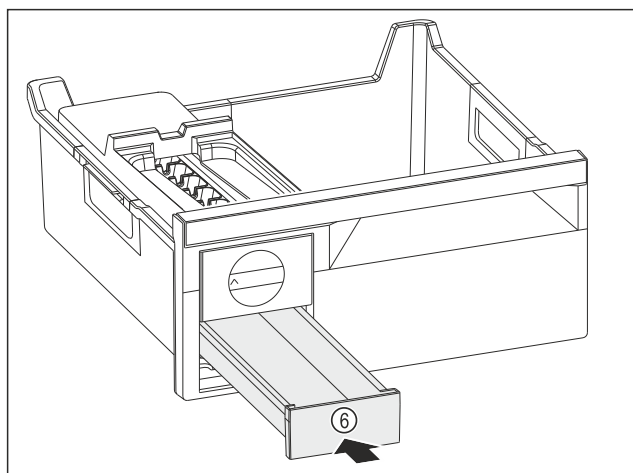

Fig. 146
- ▶ Spingere verso l'interno il cassetto del ghiaccio Fig. 146 (6).